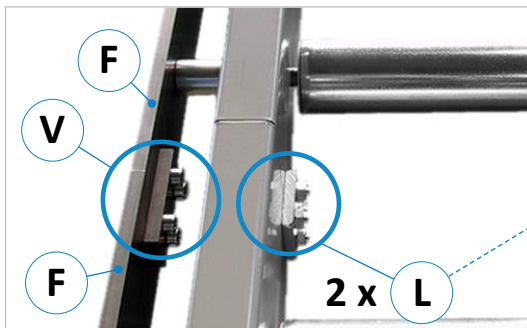

Figure 7 : relier mécaniquement les segments
- Ensuite, les segments de convoyeur à rouleaux livrés doivent être reliés entre eux par vissage sur les faces avant et arrière à l'aide des deux pattes de montage (L), voir ⇒ Figure 7.
Visser fermement ensemble les rails de guidage (F) du convoyeur à rouleaux montés verticalement avec la patte de montage (V) vissée (voir ⇒ Figure 7). Lors de la mise en place de la patte de montage (V), veiller à ce que les aciers plats soient exactement alignés les uns par rapport aux autres → L'entrefer entre les aciers plats doit être aussi faible que possible.